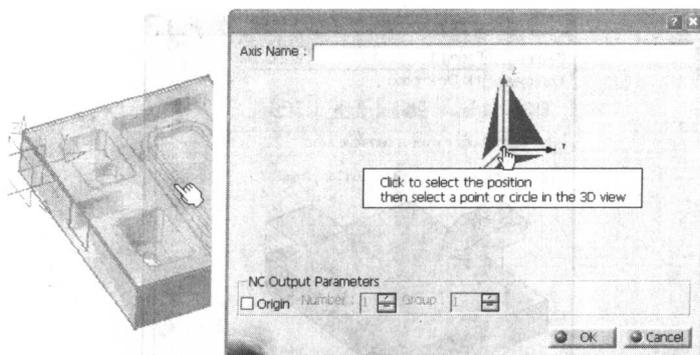
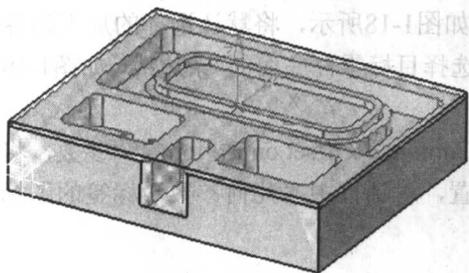

图 1-12
图 1-13
(7) 在特征树中双击 **Start.1**，返回到加工模块中。再次打开 **Part Operation** 对话框，单击“加工坐标系”按钮 ，在对话框中的坐标原点上单击，接着选择所建立的直线中点作为加工坐标系的原点，如图1-12所示。单击 **OK** 按钮，建立坐标系，如图1-13所示。